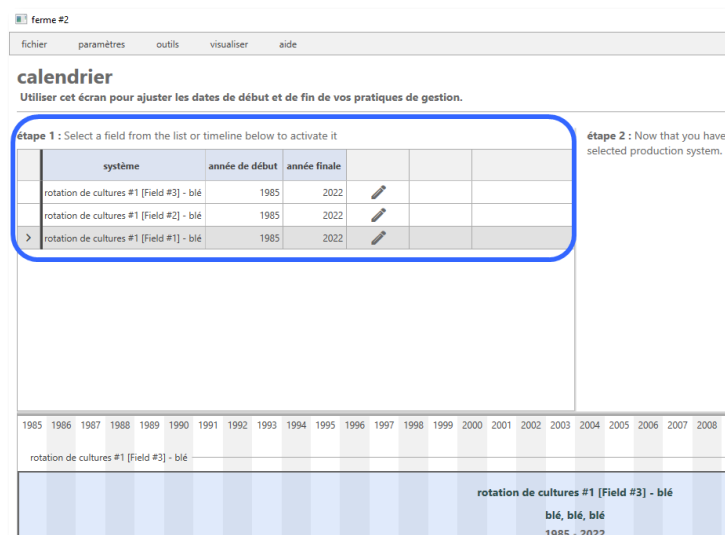

Figure 11 : Définir l'année de début et de fin pour les systèmes de production dans l'écran Calendrier
3. Nous fixerons la fin de cette pratique de gestion historique à l'an **2000**. Pour ce faire, utilisez les boutons numériques haut/bas dans la cellule (Figure 11).